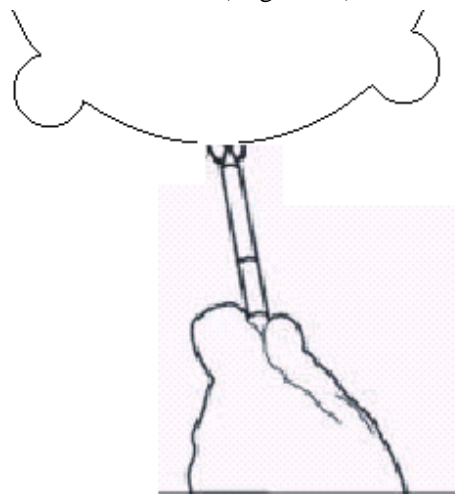

Figura 32
2) Base con el punto rojo para señalar el centro (Figura 32)